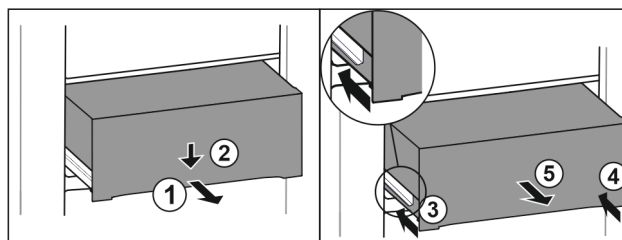

Fig. 120
- ▶ Wyciągnąć szufladę do połowy. Fig. 120 (1)
- ▶ Popchnąć szufladę z przodu w dół. Fig. 120 (2)
- ▶ Wsunąć lewą szynę o ok. 2 cm. Fig. 120 (3)
- ▶ Wsunąć prawą szynę o ok. 2 cm. Fig. 120 (4)
- ▶ Wyjąć szufladę do przodu. Fig. 120 (5)